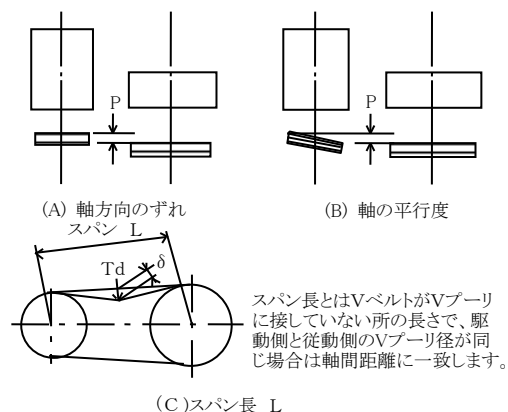
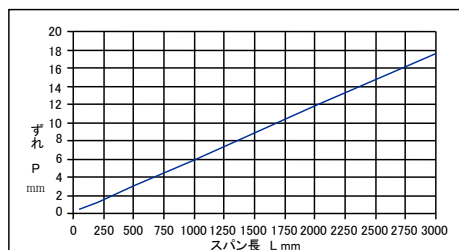

図 10 Vプーリの心出し
図 11 Vプーリのずれ許容寸法（Pmm）
- (1) ファンは工場で正しく心出し調整して出荷していますが、据付終了後再調整してください。
- (2) Vプーリのミスアライメントは、Vベルトの寿命を縮める要因になりますので、正確に調整をしてください。ミスアライメントには、Vプーリの軸方向のずれと軸の平行度の2つが含まれます。図10（A）が軸方向のずれで、同図（B）が軸の平行度です。それぞれのずれの許容寸法（Pmm）は、同図（C）に示されるVプーリ間のスパン長（Lmm）により、図11に示された値以下といたします。Vベルトを張った後で許容寸法を確認してください。ずれPは、極力小さく調整してください。